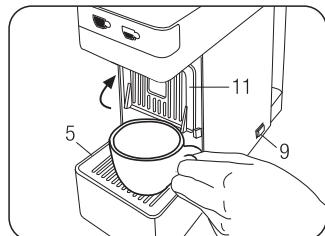
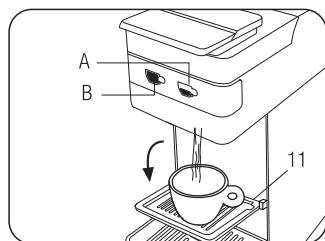

Fig. 5
Fig. 6
- Controllare che non ci siano capsule all'interno e accendere la macchina azionando l'interruttore principale (9)
- Posare una grande tazza vuota sotto il punto di erogazione caffè. (**Fig. 5**) Quando i tasti (A) e (B) si illuminano in modo fisso la macchina è pronta per l'utilizzo. Premere un tasto (A) o (B); la macchina eroga acqua, premere nuovamente il tasto quando si è raggiunta la quantità d'acqua desiderata. (**Fig. 6**) La macchina è risciacquata quando almeno 3 tazze d'acqua sono state erogate.
Per preparare un espresso tasto (A) (Erogazione corta), posizionare la griglia superiore (11) come in Fig.6. Per preparazioni che necessitano l'utilizzo di tazze alte, posizionare la griglia superiore (11) come in Fig.5, e appoggiare la tazza direttamente sulla griglia inferiore (5) Fig.5.